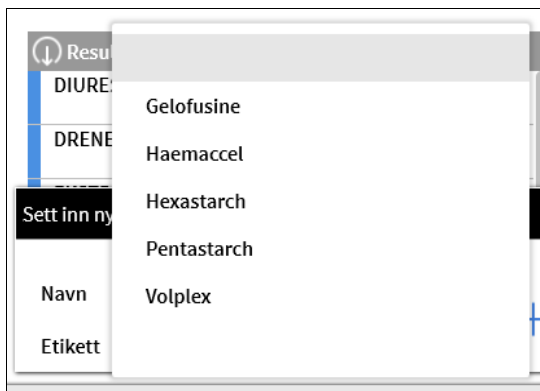

Fig. 206
- Bruk menyen **Etikett** til å spesifisere elementet ytterligere ved behov (Fig. 206).